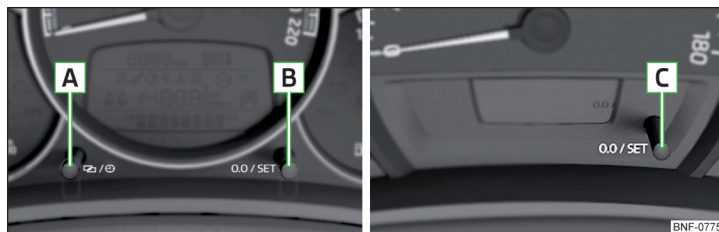

Fig. 23 Teclas en el cuadro de instrumentos combinado: Variante 1 y 2 / Variante 3
- Mantener presionada la tecla **[C]** » fig. 23 de la pág. 34, hasta que parpadee el indicador de la hora y la temperatura externa en la pantalla.
- Mantener presionada la tecla **[A]** » fig. 23 hasta que parpadee el indicador de horas en la pantalla.
- Mantener presionada la tecla **[C]** » fig. 23 hasta que parpadea el indicador de la hora en la pantalla.
- Presionar la tecla **[B]** y/o **[C]** » fig. 23 de la pág. 34.
- Seleccionar el contador para el kilometraje recorrido (trip) y mantener presionada la tecla **[B]** o **[C]** » fig. 23 de la pág. 34.